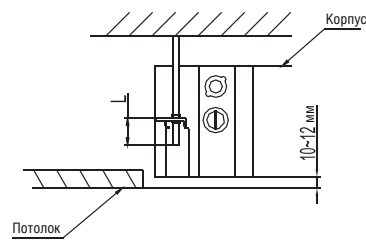

Рис. 5-6
- Отрегулируйте положение блока, чтобы зазоры между сторонами блока и потолком были одинаковыми. Нижняя часть блока должна располагаться на 10 – 12 мм глубже поверхности потолка. (См. рис.5-6)